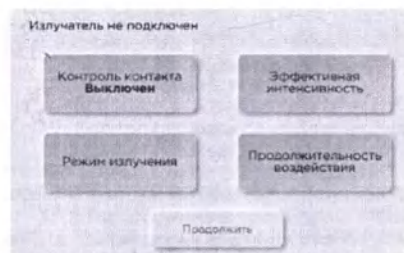

Рисунок 6. Экранная форма «Главный экран – установка параметров воздействия» при отключенном излучателе
- В случае если излучатель не подключен, в верхней части экранной формы выводится сообщение «Излучатель не подключен» (рисунок 6). При этом световая индикация индикатора состояния аппарата принимает желтый цвет, и звучит звуковой сигнал. Необходимо выключить аппарат, подключить излучатель и включить аппарат.